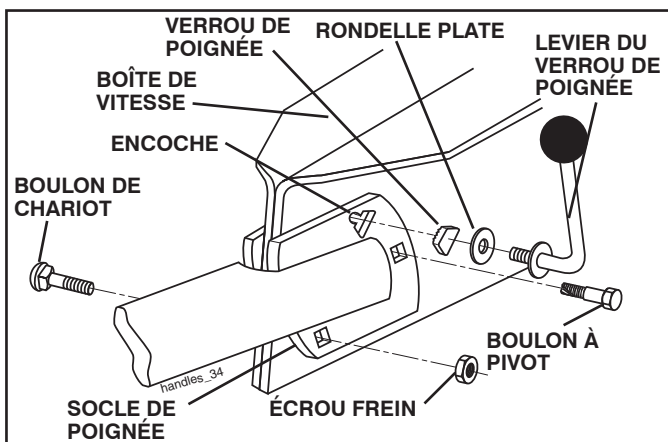

FIG. 5
- Pivotez vers en bas l'ensemble de la poignée. Insérez premièrement le boulon de chariot arrière, avec la tête du boulon sur le côté gauche de la motobineuse et montez lâchement l'écrou frein (Voir la fig. 5).